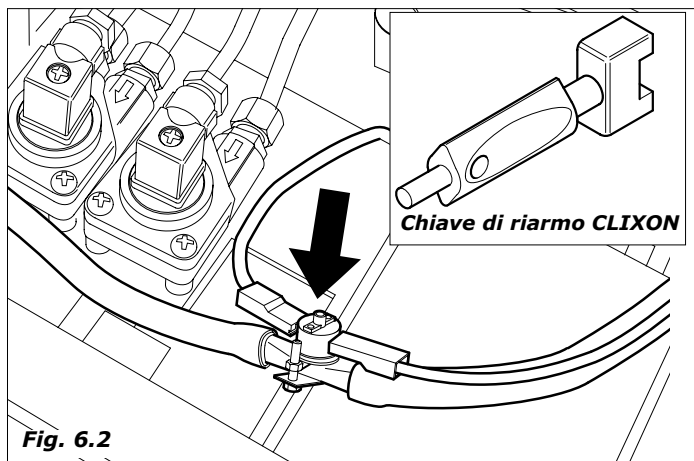

Fig. 6.2
Nel caso in cui la pressione indicata dal manometro (1) superi il valore di 1.6 bar un dispositivo di arresto automatico (Clixon - Fig.6.2) provvede a spegnere la macchina.